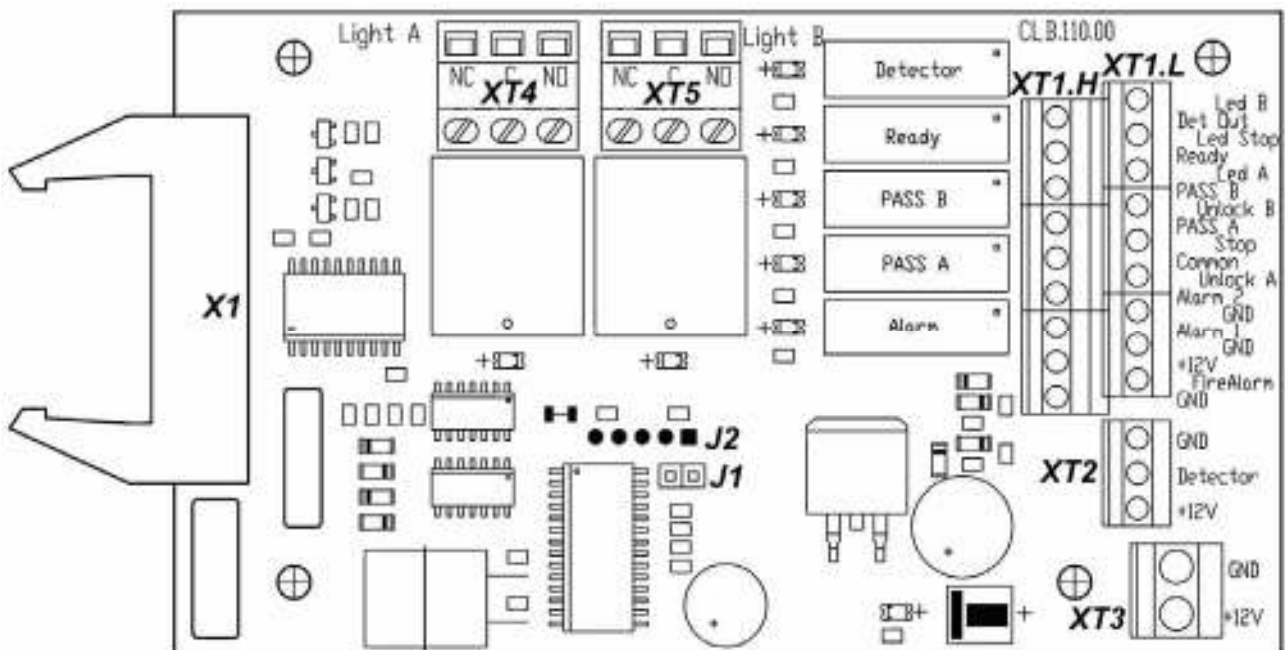
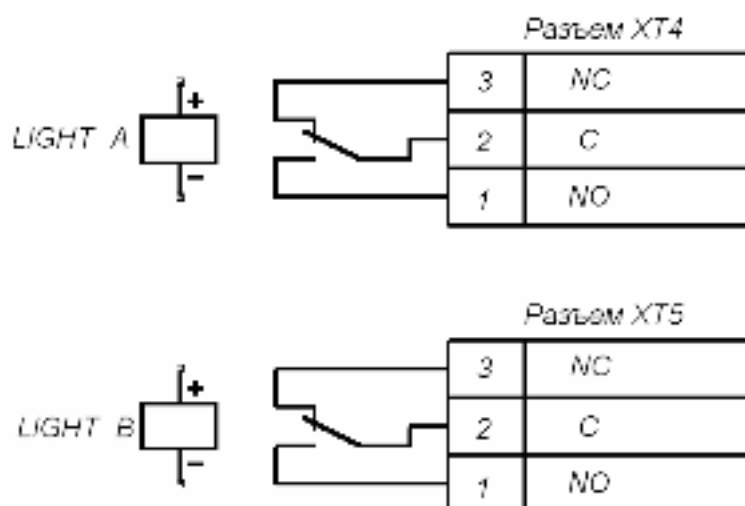

Рисунок 5. Внешний вид платы CLB
Рисунок 9. Выходные каскады для Light A и Light B
ПДУ подключается к плате CLB гибким многожильным кабелем (11) через клеммную колодку **XT1.L** (см. рис. 5 и 12).
Изменить ориентацию ПДУ относительно установки турникета (если по месту установки турникет обращен к оператору не лицевой, а тыльной стороной) можно, поменяв местами провода от ПДУ, подключаемые на контакты *Unlock A* и *Unlock B*, а также *Led A* и *Led B* соответственно (см. рис. 5 и 12).
На плате CLB (см. рис. 5) расположены:
Подключение указанных устройств производится с помощью кабеля (11) к соответствующим клеммным колодкам **ХТ1.Л** и **ХТ1.Н** платы CLB в соответствии со схемой электрических соединений (см. рис. 5 и 12).
Обозначения установленных на плате CLB клеммных колодок и назначение их контактов показаны на рис. 5.
Факт срабатывания / отпускания реле **PASS A**, **PASS B**, **Ready**, **Detector** и **Alarm** можно определить по загоранию/гашению красных индикаторов, которые установлены вблизи указанных реле (см. рис. 5).
Режим управления определяется наличием перемычки на разъеме **J1** (расположение разъема **J1** показано на рис. 5: перемычка установлена – импульсный режим управления, перемычка снята – потенциальный режим управления). При поставке перемычка установлена.
Подключение ДКЗП производится к клеммной колодке **ХТ2**, а сирены – к клеммной колодке **ХТ1.Н** платы CLB согласно схеме электрических соединений (рис. 5 и 12). ДКЗП должен иметь нормально-замкнутые контакты.
На контакты *Det Out* и *Common* клеммной колодки **ХТ1.Н** платы CLB (рис. 5) всегда транслируется сигнал о текущем состоянии ДКЗП.
Подключение устройства, подающего команду аварийной разблокировки, производится к клеммной колодке **XT1.L** платы CLB согласно схеме электрических соединений (см. рис. 5 и 12). Если вход *Fire Alarm* не используется, то необходимо установить перемычку между контактами *Fire Alarm* и *GND*. При поставке данная перемычка установлена.
Выносные индикаторы подключаются на клеммные колодки **XT4 (Light A)** и **XT5 (Light B)**. При этом реле **Light A (Light B)** активизировано (на его обмотку подано напряжение), когда горит соответствующая данному направлению прохода зеленая стрелка на блоке индикации, и нормализовано (на его обмотку напряжение не подано), когда соответствующая данному направлению прохода зеленая стрелка на блоке индикации не горит. Факт срабатывания / отпускания реле **Light A** и **Light B** можно определить по загоранию / гашению красных индикаторов, которые установлены вблизи указанных реле (см. рис. 5). Выходные каскады для сигналов *Light A* и *Light B* – перекидные контакты реле (см. рис. 9) со следующими характеристиками сигналов: